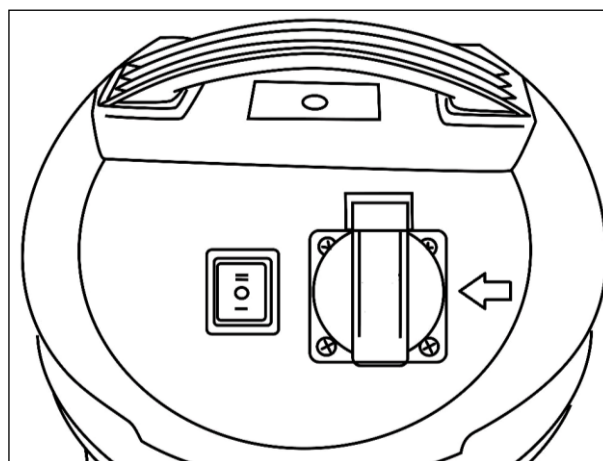

Рис.12 Розетка для подключения электроинструмента
- Положение «I» – выключатель нажат вниз, пылесос включен двигатель не работает. Начиная работать через несколько секунд после пуска электроинструмента, который подключен к розетке на крышке пылесоса (рис.12), и отключается через несколько секунд после остановки электроинструмента.